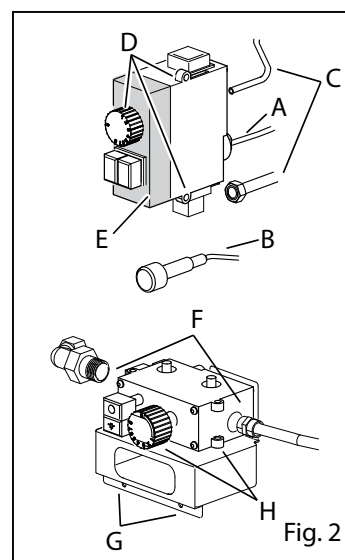
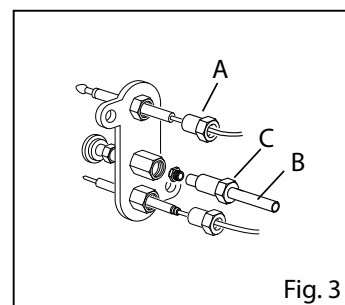

Fig. 2
Fig. 3
- Ôter le thermocouple de la vanne (Fig. 2/A) et du groupe pilote (Fig. 3/A)
- Débrancher le câble de haute tension de la bougie (Fig. 3/B)
- Dévisser l'écrou (Fig. 3/C)
- Raccorder le câble de haute tension (Fig. 3/B)
- Débrancher le câble de l'allumeur piézoélectrique (Fig. 2/B)
- Dévisser le thermocouple et les raccordements entrée/sortie du gaz (Fig. 2/A+C)
- Ôter la poignée et les vis de fixation de la vanne (Fig. 2/D)
- Enlever la protection en plastique (Fig. 2/E)
- Dévisser le thermocouple et les raccordements entrée/sortie du gaz (Fig. 2/F).
- Dévisser le support et la vanne (Fig. 2/G).
- Ôter la poignée et le support de la vanne (Fig. 2/H).